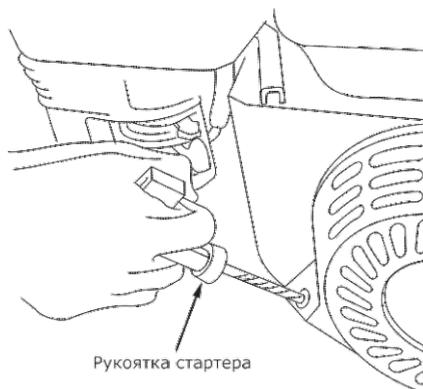

Рис.12
- Запустите двигатель. Будьте внимательны! При вытягивании шнура стартера шнур может создавать отдачу. Возьмитесь за ручку шнура стартера. Медленно потяните шнур до возникновения сопротивления со стороны двигателя. Не допуская возврата ручки обратно, продолжайте быстро тянуть ручку на полный взмах руки. Медленно (с натягом шнура) верните ручку в начальное положение (рис. 12). Резкое отпускание ручки шнура стартера приводит к механическому повреждению стартера, что рассматривается как негарантийный случай.